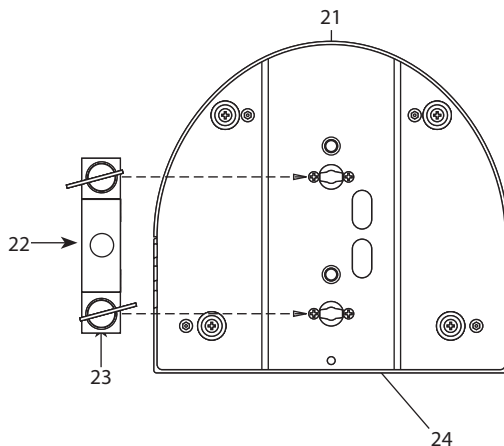

Fig. 5
Il V200SPOT può essere collocato su un piano solido. Inoltre, grazie alle possibilità di fissaggio della piastra alla base (vedi fig. 5), l'unità può essere montata anche a testa in giù, su una traversa. Per il fissaggio occorrono dei supporti robusti per il montaggio. Avvitare i supporti direttamente nelle filettature M10 (21) oppure fissarli alle staffe di montaggio (22) in dotazione, i cui perni (23), come si vede nell'illustrazione, vengono inseriti nelle apposite sedi (24) della piastra dove vengono bloccati con una rotazione in senso orario (fino all'arresto). L'area di collocazione deve avere una stabilità sufficiente a supportare almeno 10 volte il peso dell'unità.